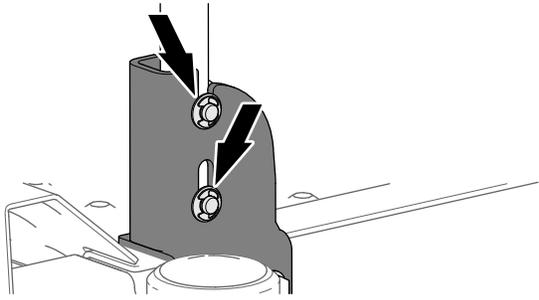

Рисунок 10
3. Убедитесь в том, что вспомогательная рукоятка полностью вошла в пазы кронштейна, как показано на Рисунок 10.